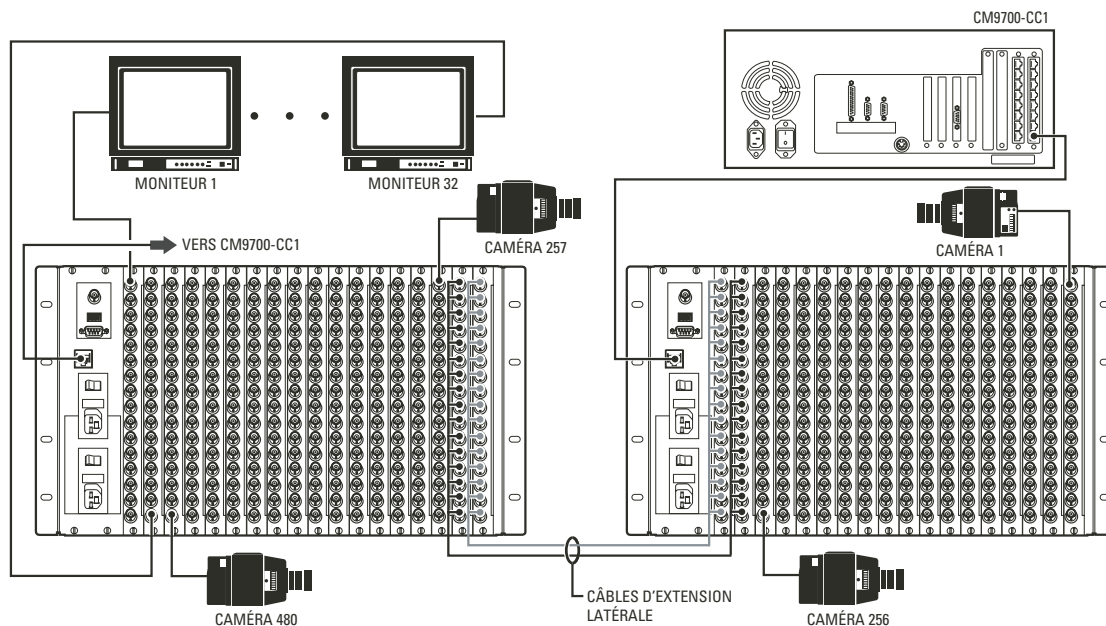
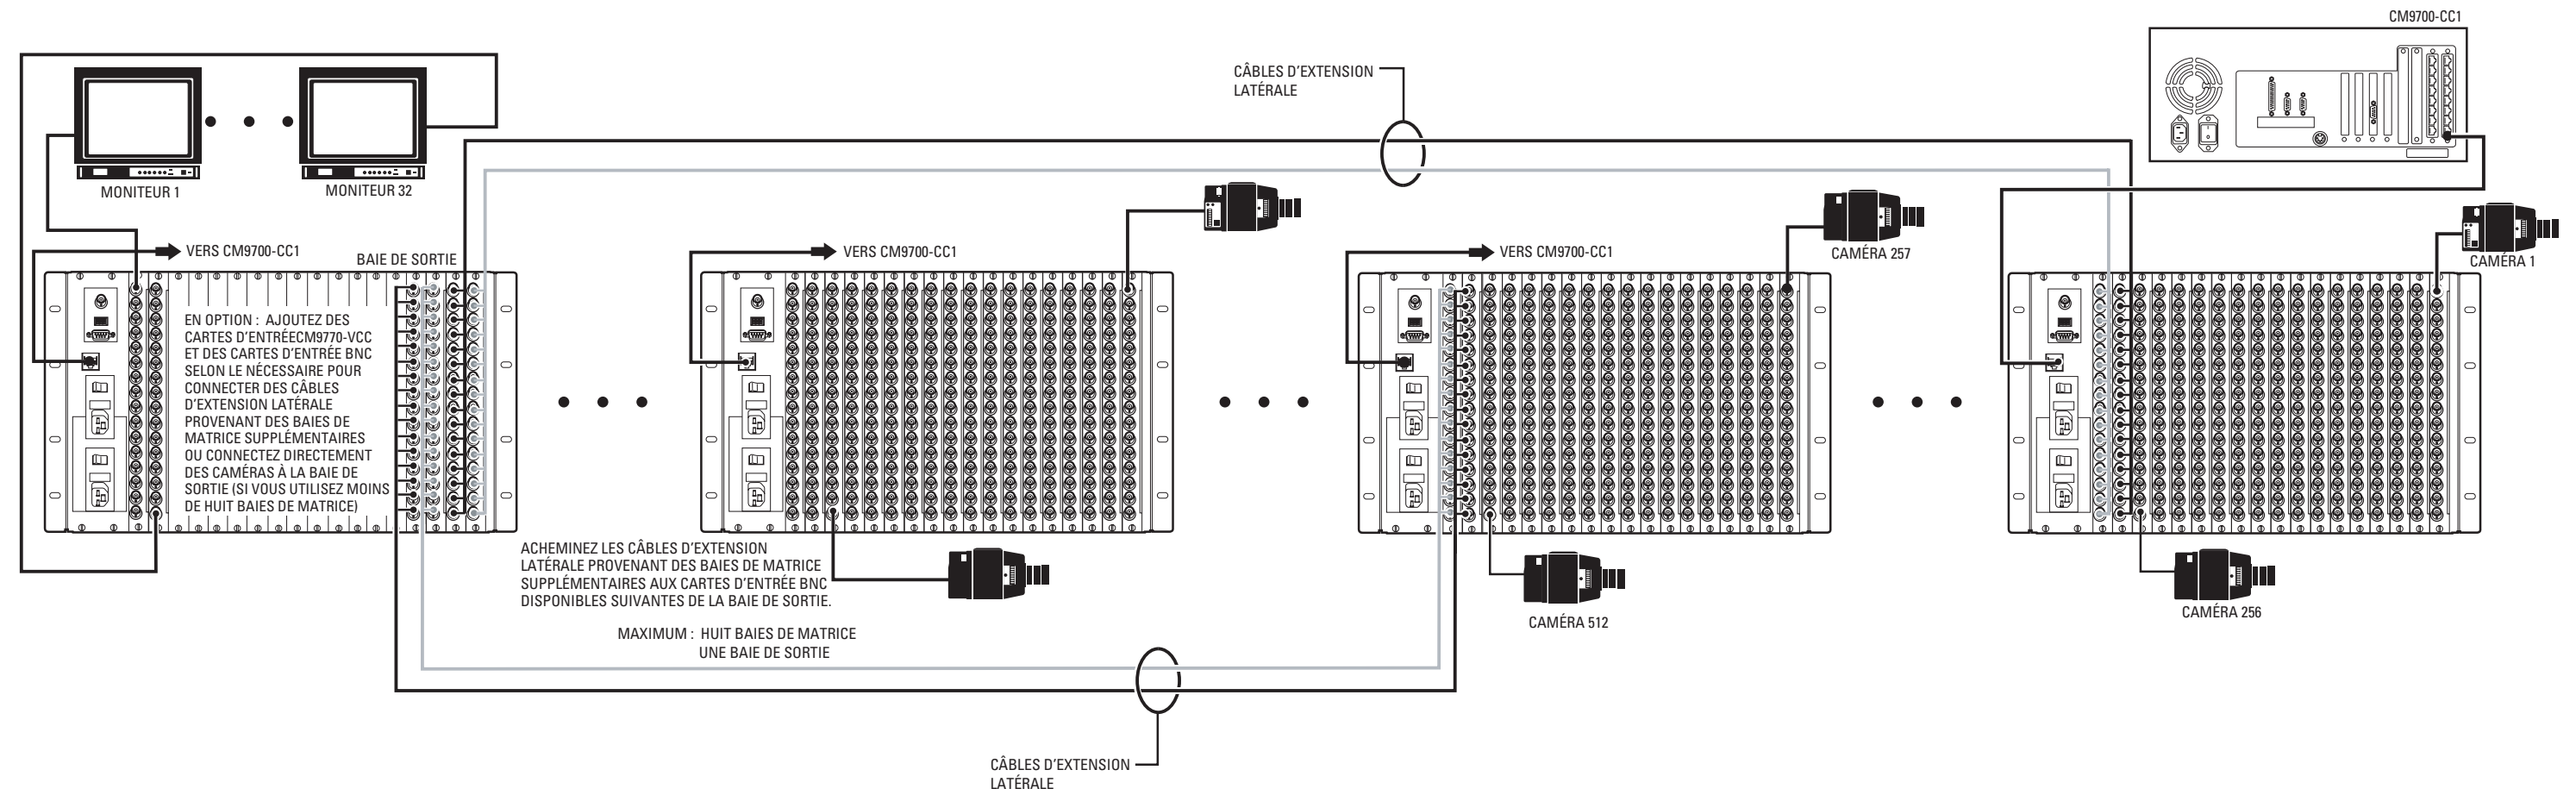
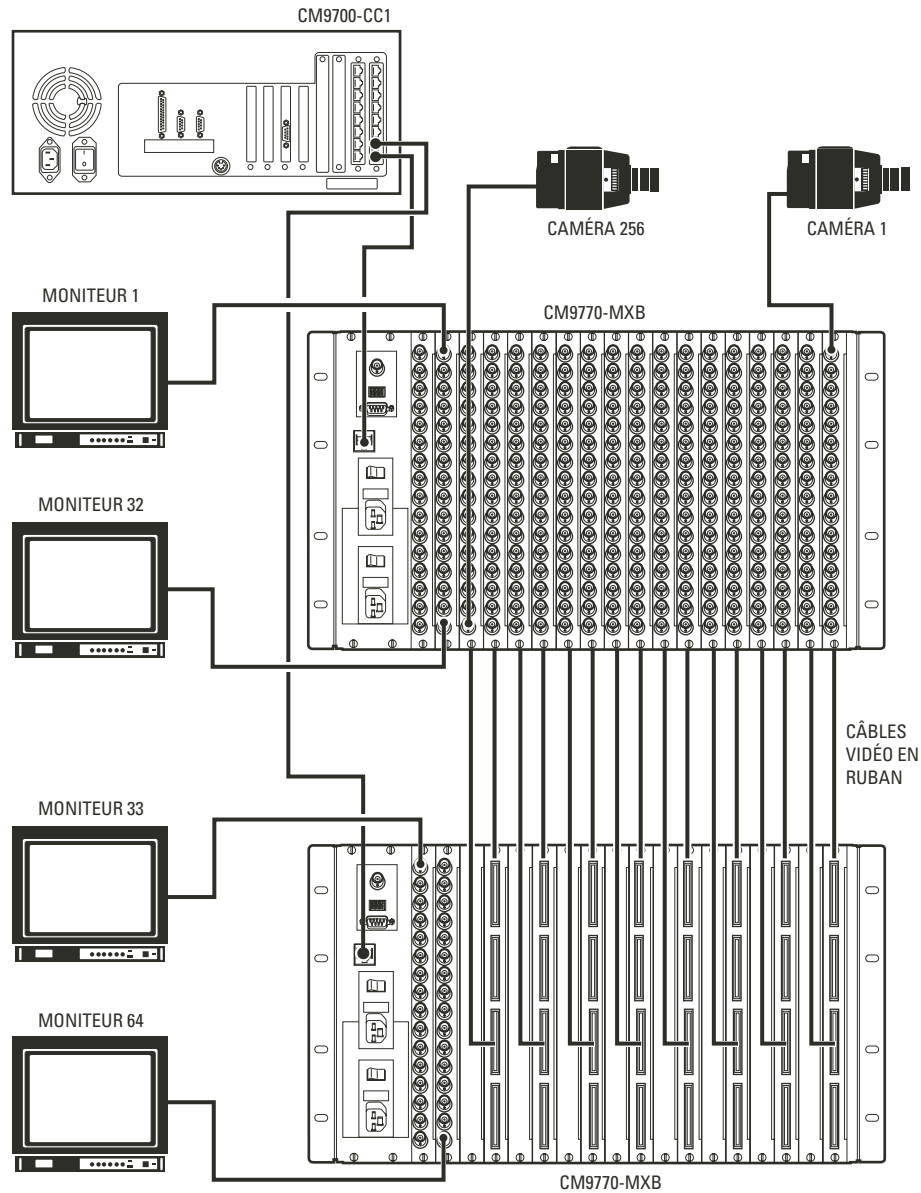

Figure 13. Exemple de système utilisant une extension latérale de baie à baie
Figure 14. Exemple de système à extension latérale utilisant une baie de sortie
Figure 15. Exemple de système à un seul nœud avec extension en aval
La Figure 13 et la Figure 14 présentent des exemples d'extension latérale de baie. La Figure 15 présente un exemple d'extension en aval de baie.
- Option d'extension latérale A (reportez-vous à la Figure 13) :
La Figure 14, à la page suivante, présente un exemple de système à extension latérale dans lequel tous les câbles d'extension latérale sont connectés à une baie de sortie.
- Extension en aval — Pour augmenter le nombre de sorties vidéo de la matrice au-delà de 32, vous pouvez boucler la vidéo de la première unité CM9770-MXB aux CM9770-MXB suivants afin d'obtenir 32 sorties de moniteur supplémentaires sur chaque baie de matrice. Reportez-vous à la Figure 15.